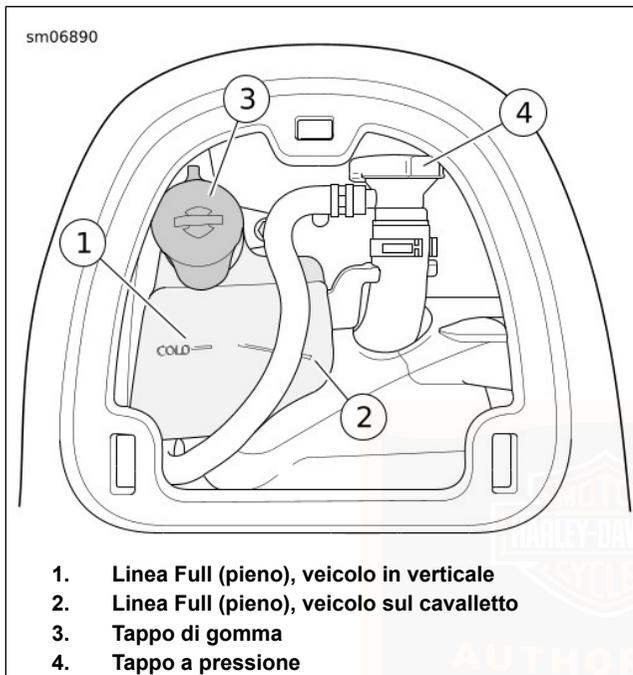

Figura 68. Livello del liquido di raffreddamento
Vedere Figura 68. Sulla vaschetta del liquido di raffreddamento ci sono due linee. Usare il tubo angolato (2) quando la motocicletta poggia sul cavalletto.
2. Vedere Figura 68. Controllare che il livello del liquido di raffreddamento nella vaschetta si trovi leggermente sopra la linea "COLD" (freddo) (1).